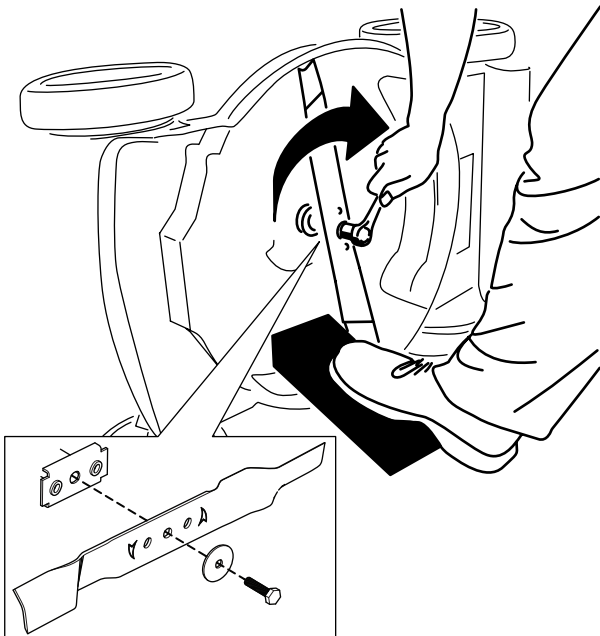

Figura 27
- Instale lâmina nova e todo o equipamento de montagem (Figura 27).